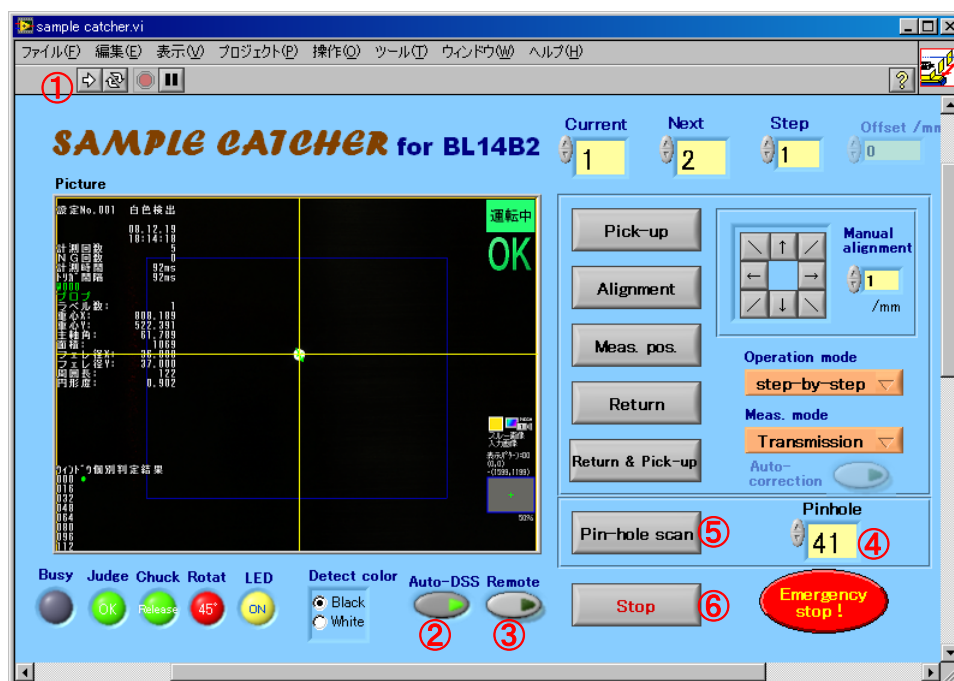

図 1. Sample Catcher フロントパネル
- (ウ) 実行ボタン（図 1-①）を押し，“Sample Catcher”プログラムを起動する。
- (エ) ”Remote”スイッチ（図 1-②）が OFF（デフォルト）であることを確認。
- (オ) “Auto-DSS”スイッチ（図 1-③）が ON（デフォルト）であることを確認。
- (カ) 光軸調整治具の試料カセット上での位置を確認し，“Pin-hole scan” ボタンの右側にある”Pinhole”制御器の番号（図 1-④）を治具の位置に一致させる（デフォルト値は 41=2 列目の一番先頭）。
- (キ) “Pin-hole scan” ボタン（図 1-⑤）を押し，ピンホールスキャンを開始する。
- (ク) この後、Sample Catcher を単独で使用する場合、第 3 章「Sample Catcher を単独で使用」に進む。Auto-XAFS を使用する場合、“プログラムの停止”ボタン (図 1-⑥) を押し、”Sample Catcher”プログラムを停止して、第 4 章「Auto-XAFS による自動測定」に進む。